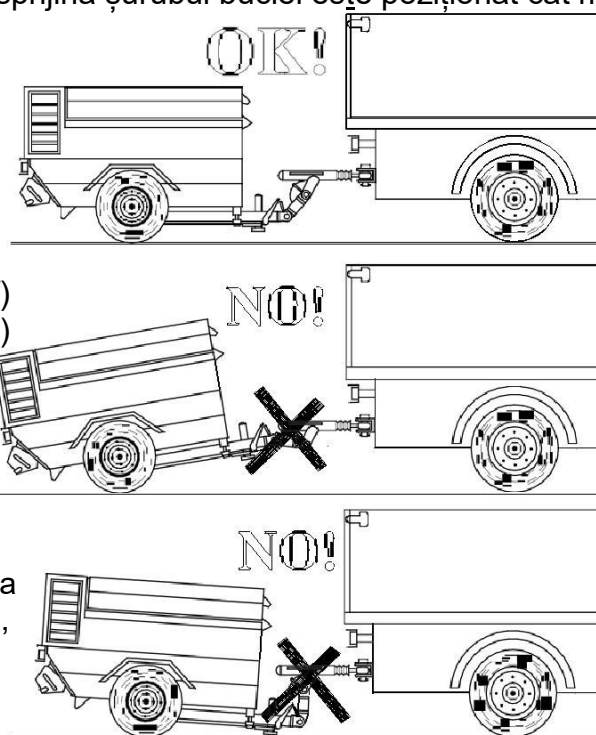

FIG. 5
-- 6.2) INSTRUȚIUNI DE TRACTARE (Fig. 5) --